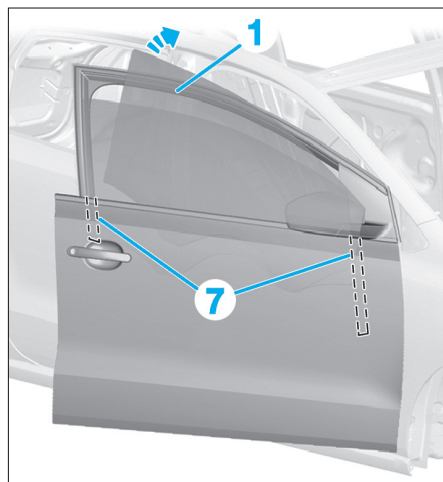

FIG. 87
- Abaisser la glace de porte (1) jusqu'à ce que la vis de calage (3) de la glace soient accessibles.
- Desserrer les vis (3) et écarter les mâchoires de serrage (2).
- Soulever l'arrière de la glace de porte (1) et l'extraire de ses guides (7) en la faisant basculer en avant comme illustré (Fig.87).